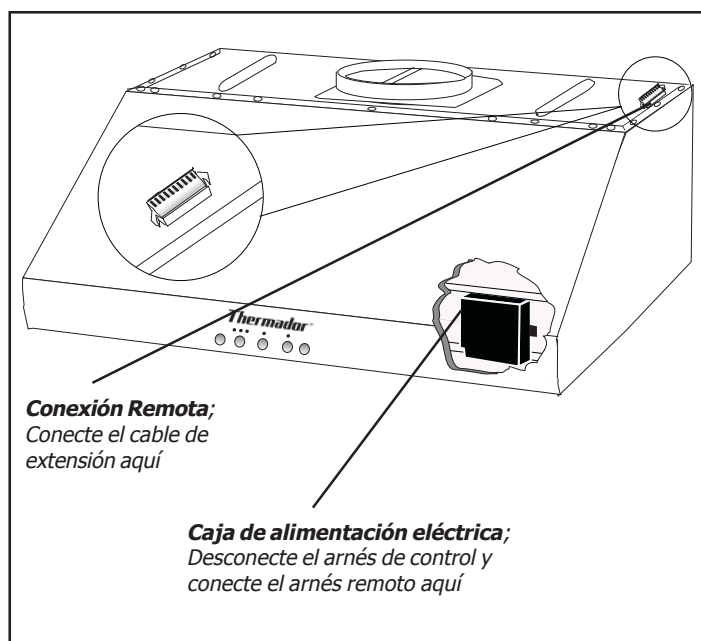

Figura 1: Campana Pro con el panel de lámparas removido
5. **Conecte el arnés remoto** a la fuente de alimentación (Vea la Figura 1). El arnés remoto está fijado a la campana cerca de la caja negra de alimentación eléctrica.